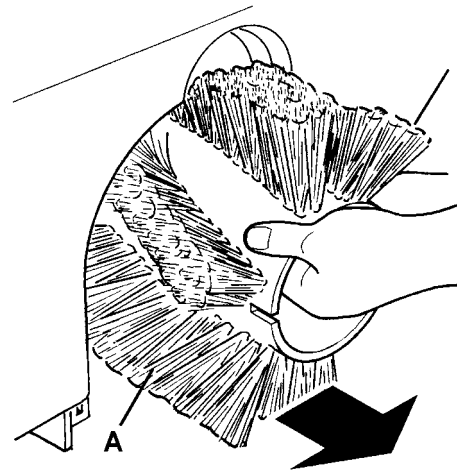

Abbildung 7
6. Die Hauptkehrwalze (A, Abb. 7) entfernen.